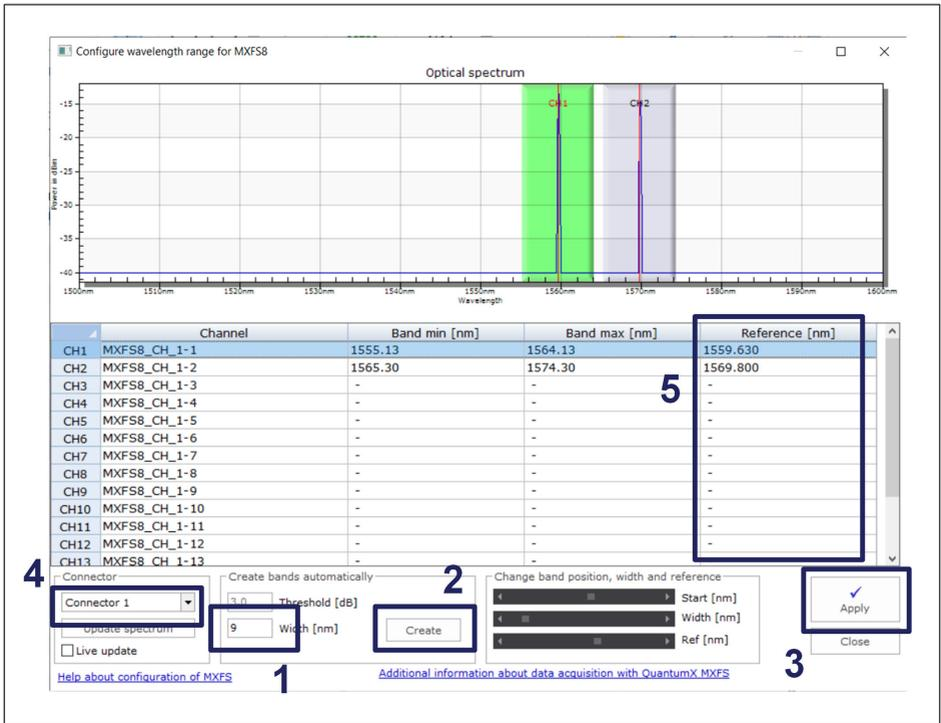

图5.2 创建范围
- 为 9 nm 的自动波段创建定义一个宽度值（数字1，位于图5.2）。
- 通过按压“Create Button (创建按钮)”（数字2，位于图5.2）来自动创建波段。
- 通过按压“Apply (应用)”按钮 (数字3, 位于图5.2), 将配置的范围应用于所选接头的设备上。
- 通过更改所选的接头 (数字4, 位于图5.2), 对所有的接头重复该过程。
- 按照校准表所示 (数字5, 位于图5.2), 定义 FBG 的参考波长
- 应用设置 (数字3, 位于图5.2)
- 通过更改所选的接头 (数字4, 位于图5.2), 对所有的接头重复操作更改为 DAQ 通道视图